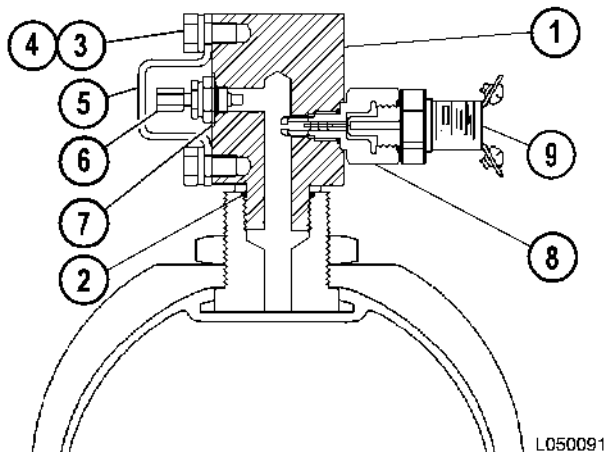

FIGURA 6-19. COMPONENTES DE CABEZA DE BALON DE GAS
4. Sostenga el cuerpo de la válvula (6, Figura 6-19) con una llave mientras desatornilla la tuerca giratoria (4) tres vueltas completas con una segunda llave. Esto abrirá el cabezal móvil dentro de la válvula de gas.
6. Apriete la tuerca giratoria (4) con la mano para cerrar el cabezal móvil interno.
8. Sostenga la válvula de carga (6) con una llave y saque el conjunto de la tuerca giratoria.
9. Monte la tapa de la válvula (1) en la válvula de carga y apriete con la mano y monte la protección de la válvula de gas.